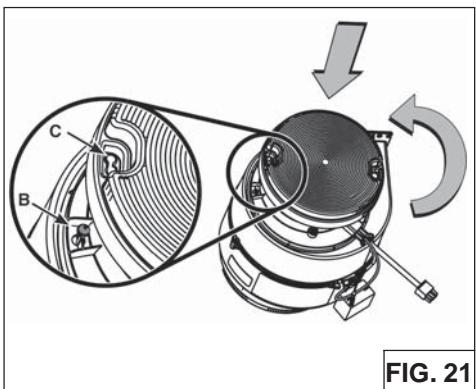

FIG. 21
3. Position each filter over its support, insert both pins (B) into the round slot (C) on filter side and rotate to lock in place (Fig.21).
3. Placez chaque filtre sur son support, insérez les deux broches (B) dans la fente ronde (C) sur le côté du filtre et tournez pour verrouiller en place (Fig.21).